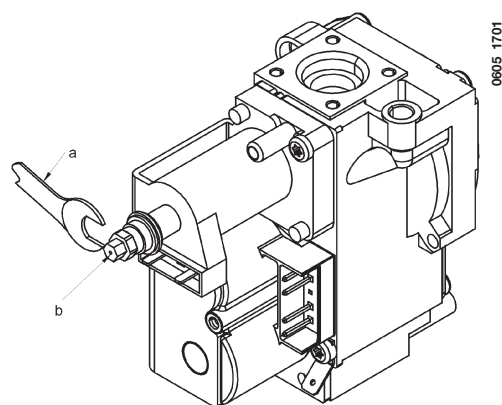

Figura 12
- desconectar el cable de alimentación del modulador y desatornillar el tornillo (b) de la Figura 12 hasta alcanzar el valor de presión correspondiente a la potencia reducida (véase Tabla 1);